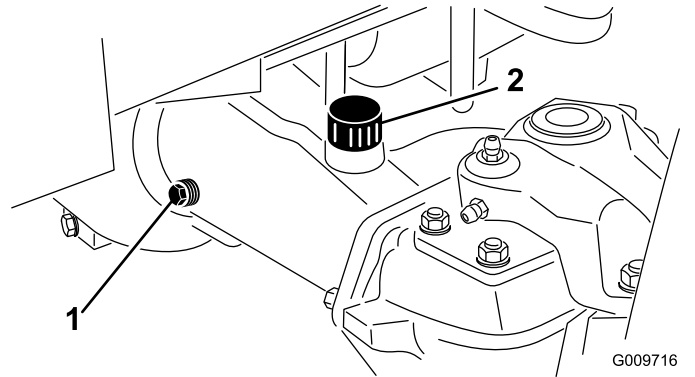

Figure 109
2. Enlevez un bouchon de contrôle à une extrémité du pont arrière (Figure 109) et vérifiez que l'huile atteint la base de l'orifice. Si le niveau est trop bas, enlevez le bouchon de remplissage (Figure 109) et ajoutez la quantité d'huile qui convient pour amener le niveau au bas des orifices des bouchons de contrôle.